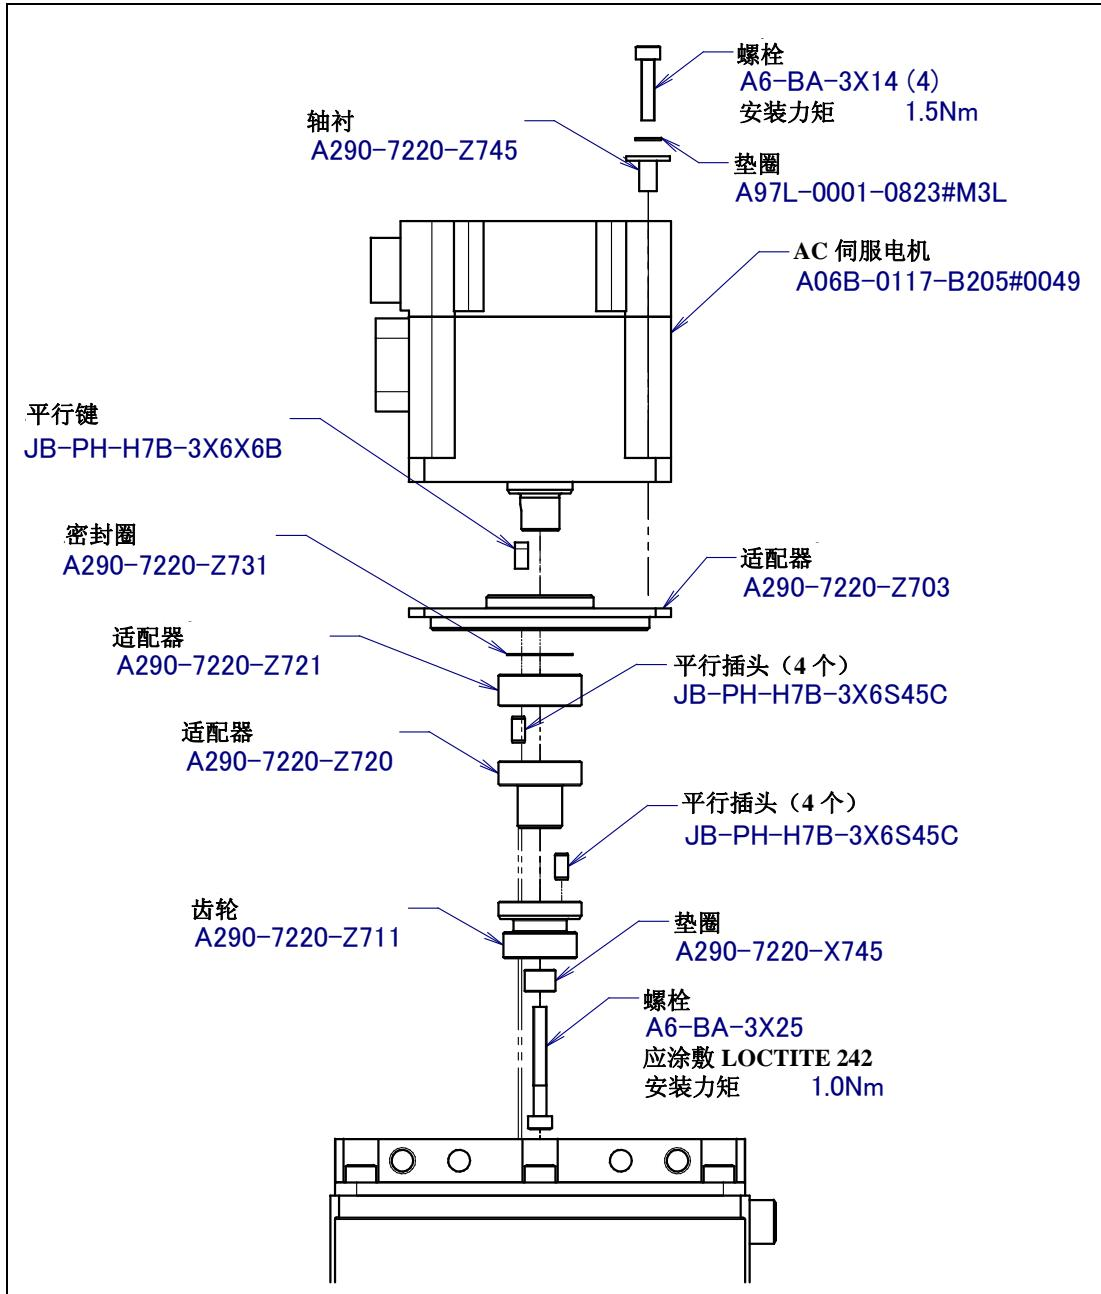

图 8.5 电机的更换 (软钢用伺服焊炬)
- 5 参照图 8.5，松开轴杆前端的螺栓 M3 (1 个)，拉出齿轮、适配器类。（※）有关适配器等树脂制部件，拆除时要注意避免施加过猛的力而导致破损。